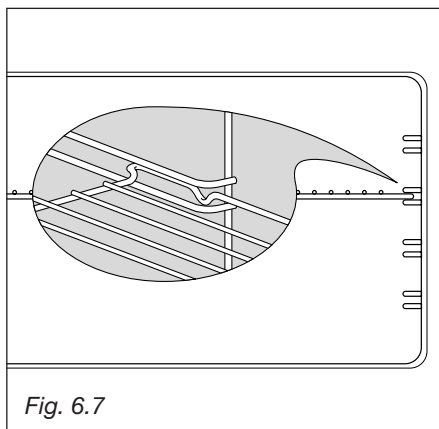

Fig. 6.7
- Faire glisser sur les guides les grilles et la lèchefrite fig. 6.7.